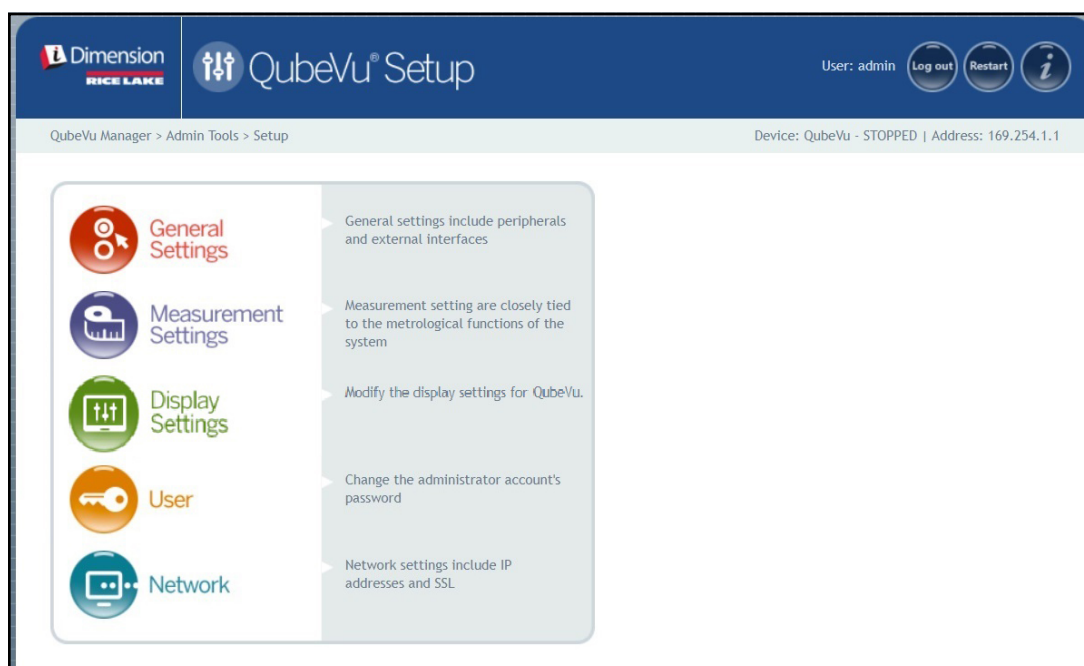

Figure 5-1. Menu Setup (Configuration)
- Sélectionnez  **General Settings** dans le menu **Setup** (Configuration) (Figure 5-1, page 23). Le menu **General Settings** (Réglages généraux) s'affiche.